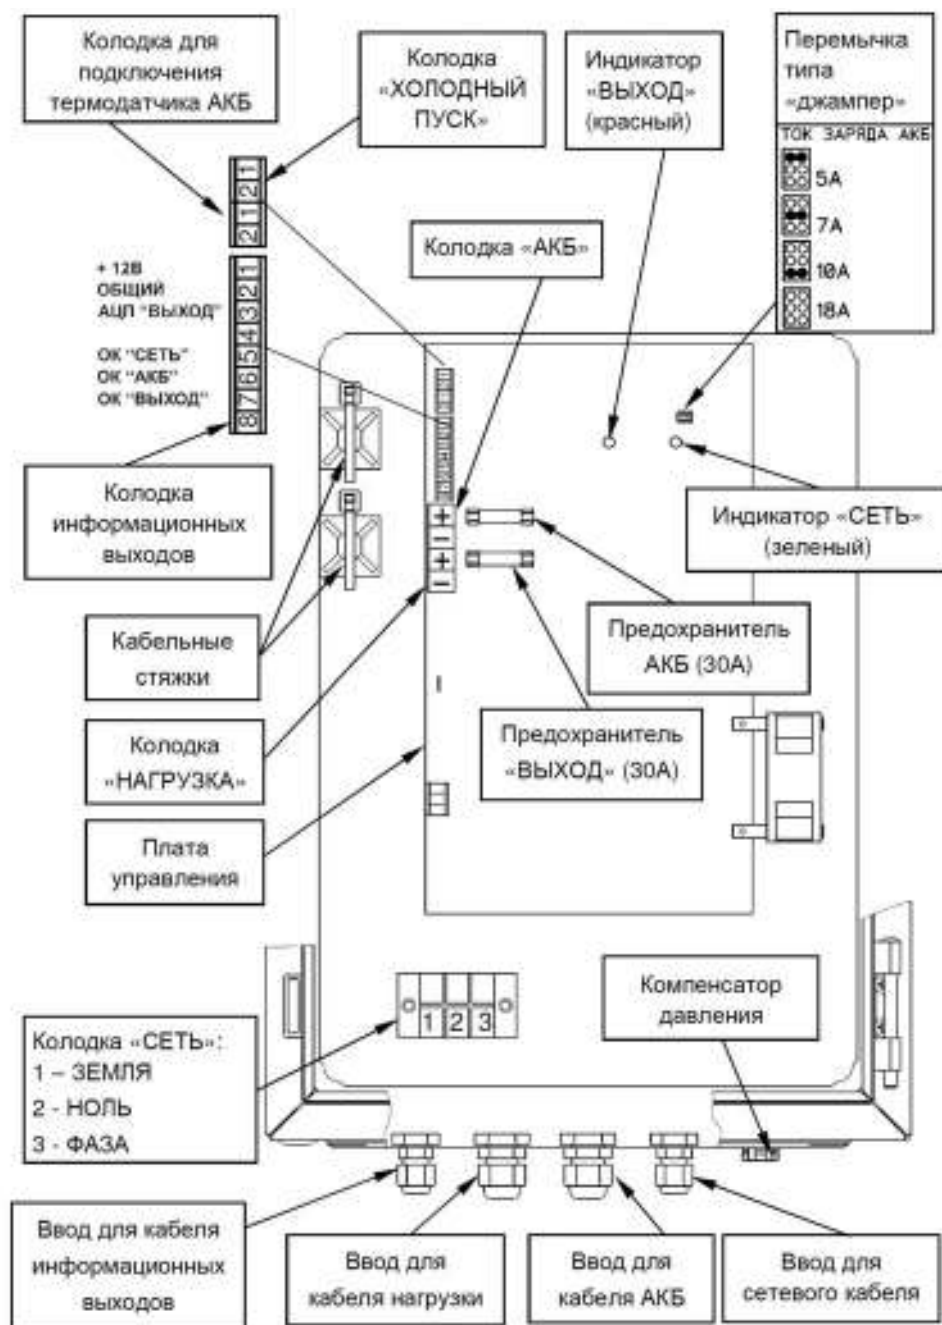

Рисунок 2. Вид изделия с открытой дверцей.
- возможность восстановления работоспособности изделия при подключении исправной и заряженной АКБ и отсутствии напряжения питающей сети («холодный запуск») путем кратковременного замыкания контактов соответствующей колодки (см. рисунок 2);
| 6        | Ограничение тока заряда АКБ (устанавливается перемычкой, см. рисунок 2), А                                                                          |                                                                  | 18; 10; 7; 5                  |
Изделие обеспечивает ограничение тока заряда АКБ. Выбор одного из четырех значений ограничения тока заряда АКБ осуществляется установкой/удалением соответствующей перемычки типа «джампер» (см. рисунок 2) в соответствии с рекомендациями таблицы 2.
| Не светится                                                                   | Выход «НАГРУЗКА» отключен:- АКБ отсутствует или- напряжение на клеммах АКБ менее 10,5 В, или- неисправен предохранитель АКБ (см. рисунок 2) |